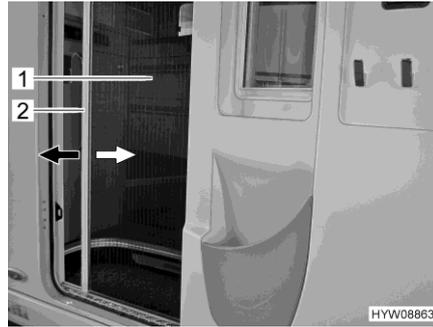

Fig. 40 Protezione contro gli insetti (porta del vano abitabile)
- Afferrare la barra di presa (Fig. 40,2) con entrambe le mani ed estrarre con movimento uniforme la protezione contro gli insetti (Fig. 40,1) dall'alloggiamento della porta.
- Afferrare la barra di presa (Fig. 40,2) con entrambe le mani e spingere la protezione contro gli insetti (Fig. 40,1) nell'alloggiamento della porta esercitando una leggera pressione.